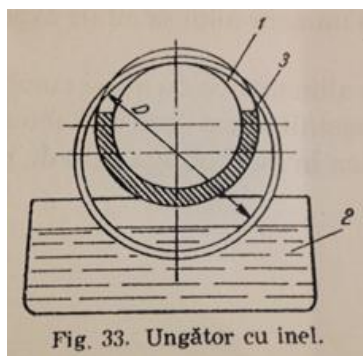

Fig. 33. Ungător cu inel.
b) **Ungerea cu inele (fig. 33)** – se efectuează cu un inel, două sau mai multe inele sau lănișoare, așezate pe unul din arborii aflați în mișcare de rotație. Inelul 1 înfundat parțial în baia de ulei 2, antrenează lubrifianțul spre locul de ungere (cuzinetul 3).